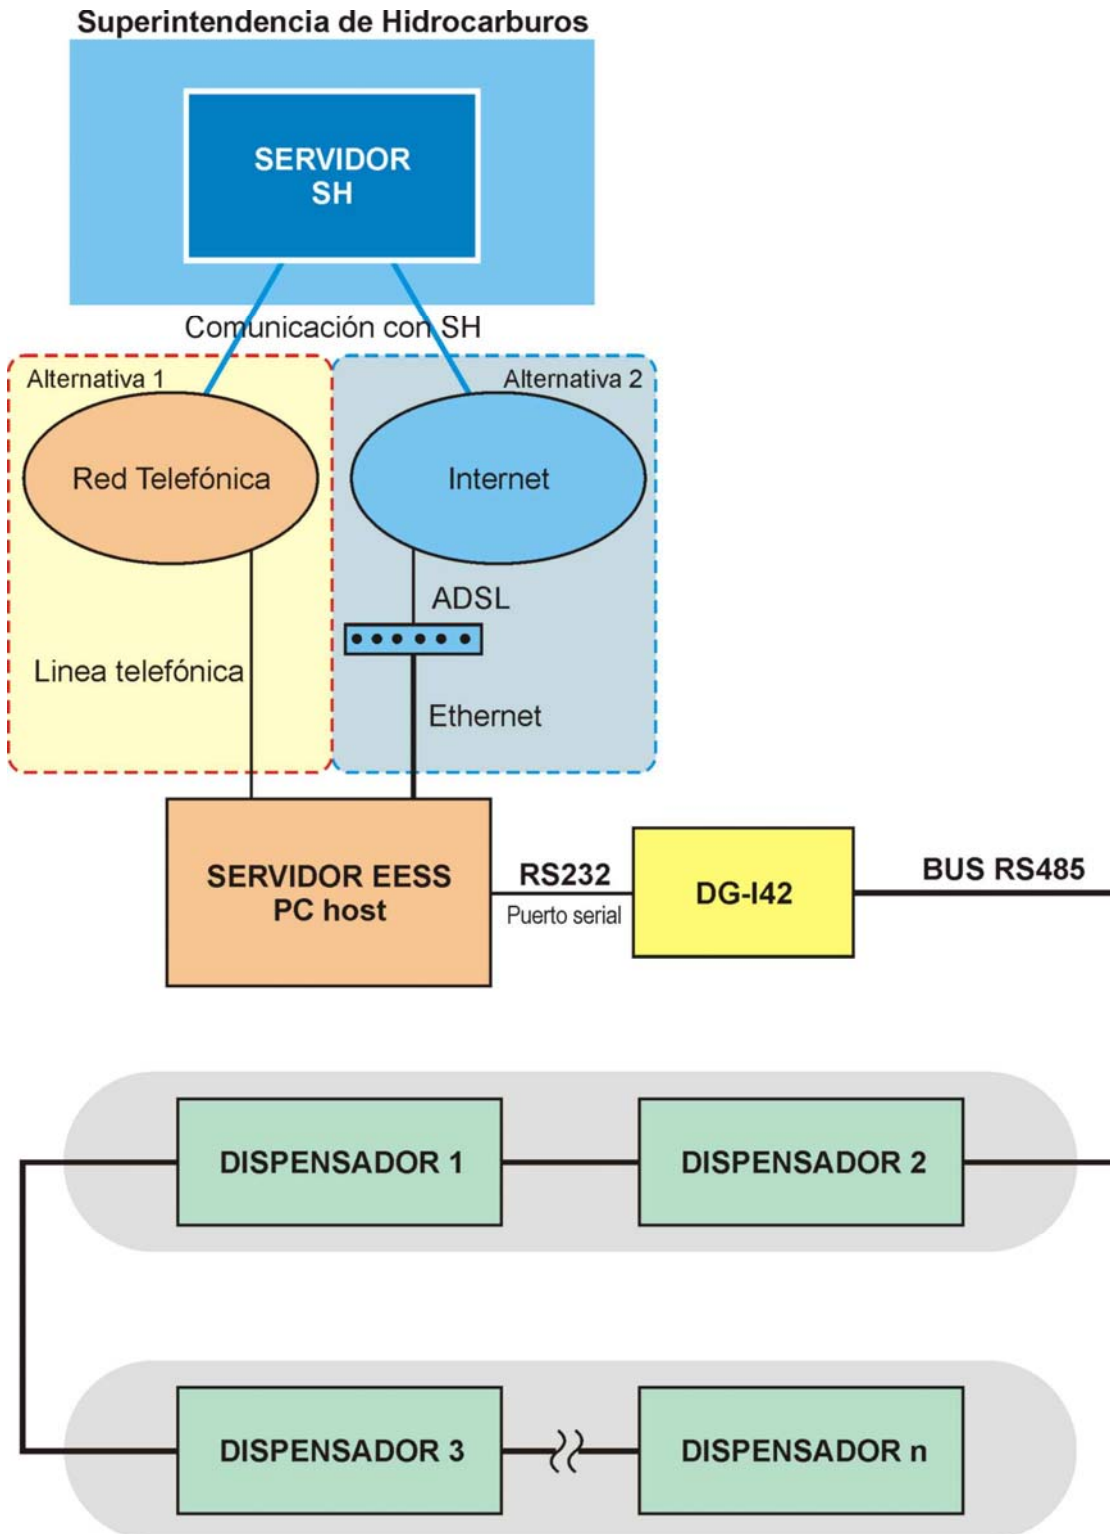

Figura 1: Diagrama general del sistema DG-10 para EESS
- Topología bus (o anillo abierto). Ver Figura 1 para más detalles.